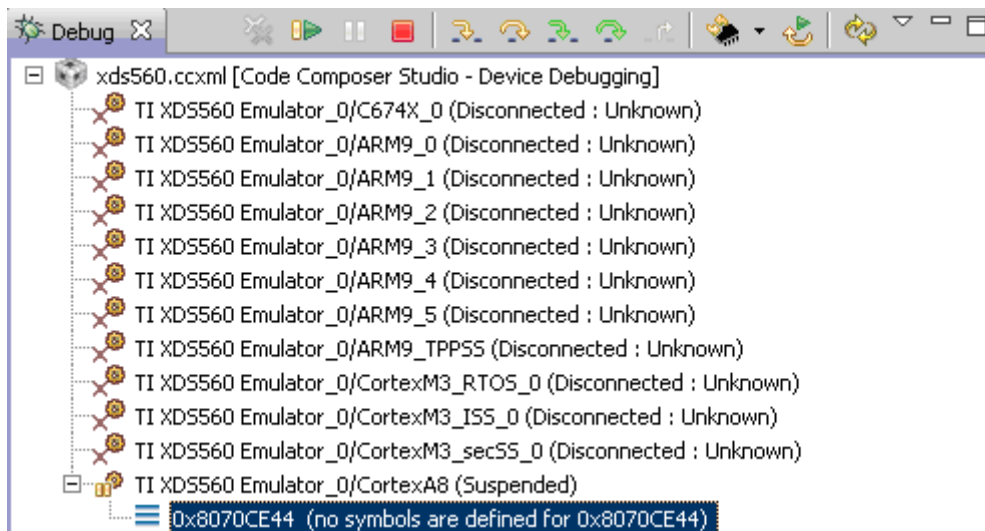

图 1-1-11
6. 等待仿真器配置完成后，我们就可以看到目标板的各个核。在需要连接的核上右键选择[Connect Target]连接到对应的核。例如：连接 Cortex-A8 核后如图 1-1-11 所示：